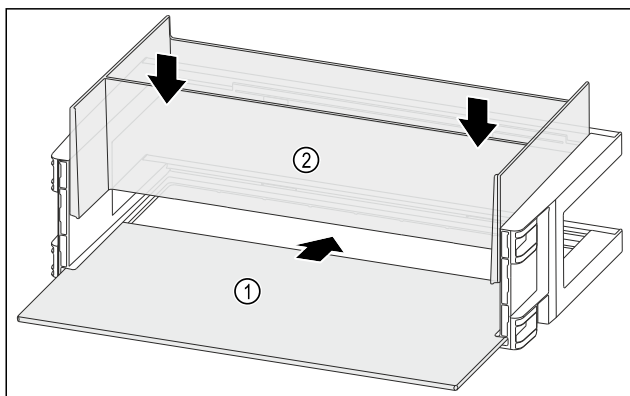

Fig. 112
- Zasuňte odkladaciu plochu Fig. 112 (1) do bočných vybrání.
- Vložte organizátor Fig. 112 (2).